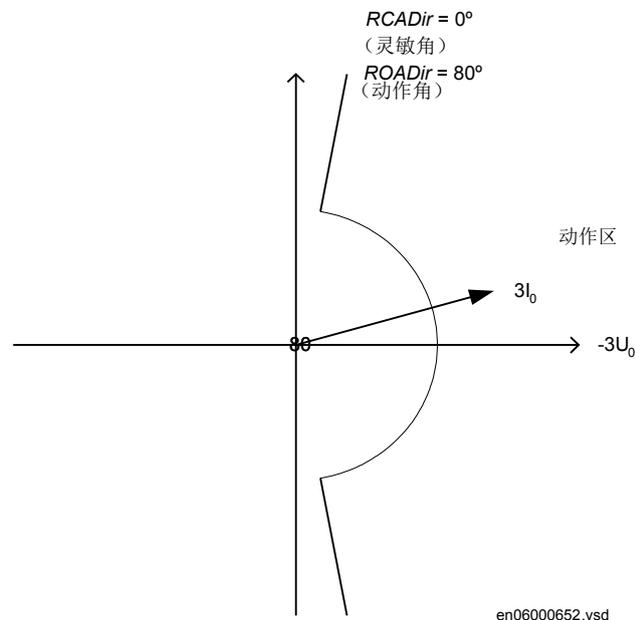

图 15: 特性图
- 将测得的结果和设定的定值进行比较，请参照图 15 的特性示例。